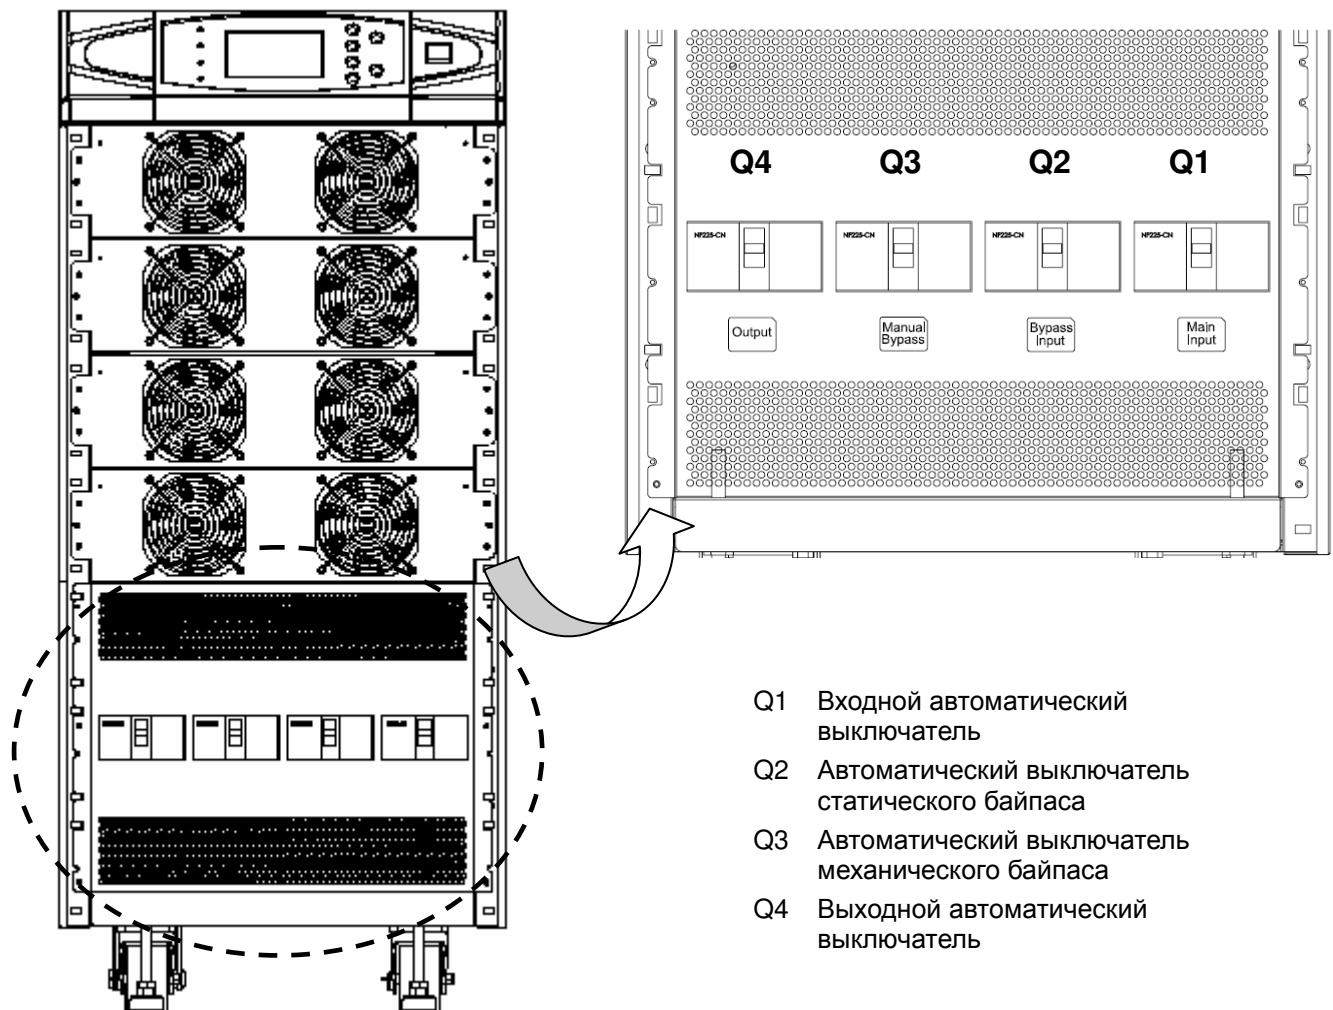

Рис. 4-2. Автоматические выключатели
- Убедитесь в том, что автоматические выключатели Q1 и Q2 на вводе питающей сети и в цепи статического байпаса отключены (см. рис. 4-2).
1. Убедитесь в том, что отключены автоматические выключатели (Q1 и Q2) на входе ИБП и входе статического байпаса (см. рис. 4-2).